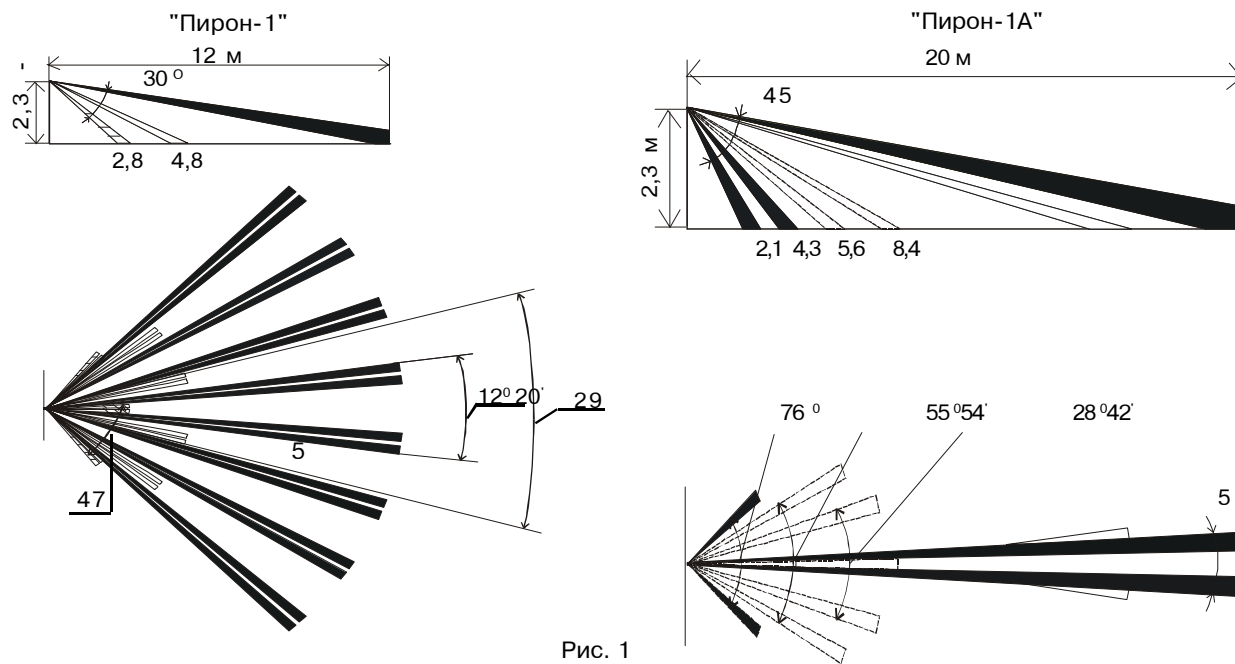

Рис. 1
1.4.4. Конструкция полиэтиленовой линзы и пироэлектрического приемника, а также их взаимное расположение определяют зоны обнаружения извещателя, показанные на рис.1,2. Каждая чувствительная зона состоит из двух элементарных чувствительных зон, что обусловлено наличием у пироприемника, используемого в извещателе, двух чувствительных площадок, расположенных симметрично относительно главной оптической плоскости линзы.